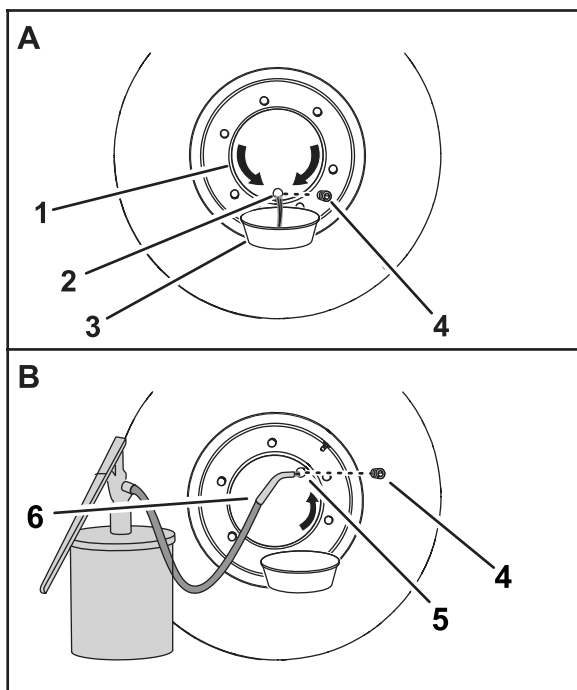

Figura 96
3. Spostate la macchina avanti o indietro fino a quando il tappo non è in posizione a ore 6 (Figura 96).
4. Mettete una bacinella di spurgo sotto il tappo dell'olio del mozzo della ruota (Figura 96).
5. Togliete il tappo di spurgo e lasciate defluire l'olio dal ruotismo planetario (Figura 96).
7. Spostate la macchina avanti o indietro fino a quando il tappo non è in posizione a ore 2 (Figura 96) o ore 10.